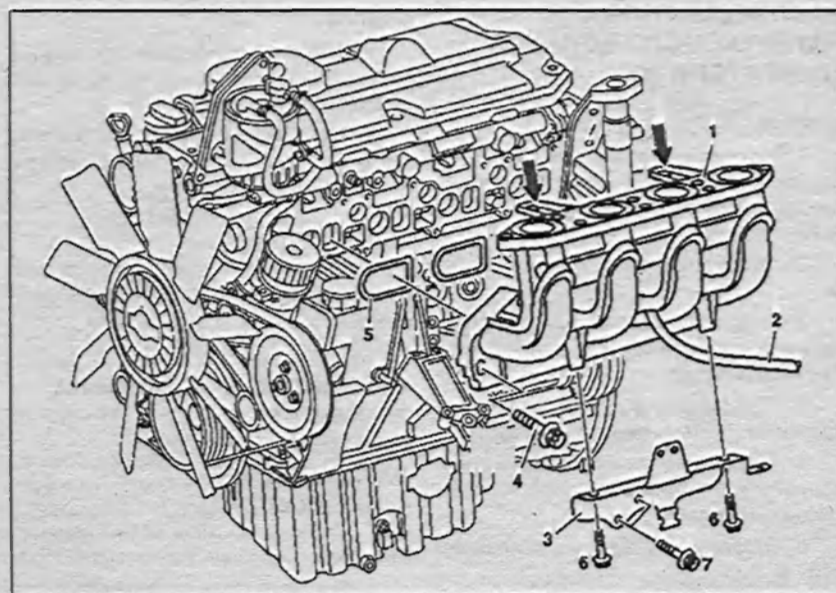

Рис. 3.48. Снятие и установка нижней части коллектора распределения нагнетаемого воздуха:
3. Снимите кронштейн 3 с нижней части коллектора распределения нагнетаемого воздуха (рис. 3.48).